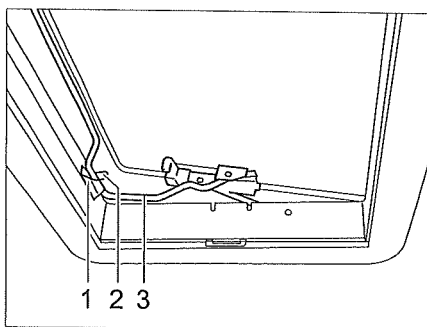

Bild 47 Heki-takluckan i ventilationsläge 2
- Sätt in bygel (Bild 47,3) i hållaren (Bild 47,1).
- Ställ spaken (Bild 47,2) över bygel.